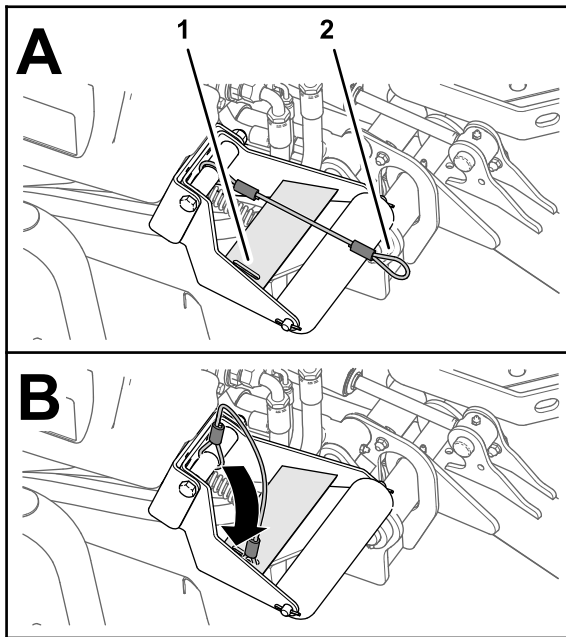

Figura 27
4. Con las unidades de corte bajadas, deslice el bucle del amarre en la ranura de la placa de refuerzo del soporte del rodillo (Figura 27).